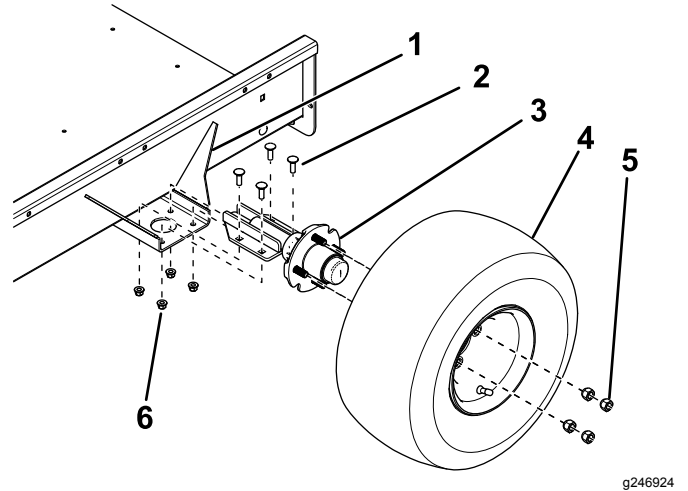

图1
1. 如 图1 所示使用 4 个托架螺栓和 4 个锁紧螺母将轴安装到拖车底板两侧安装支架的顶侧。
2. 使用 4 个车轮螺母将车轮总成安装至各个轮毂 图1 并上紧螺母扭矩至 108.5N·m。
3. 调整轴安装支架的位置使前面的中心到中心距离约为 3mm 小于后面中心到中心距离图1。